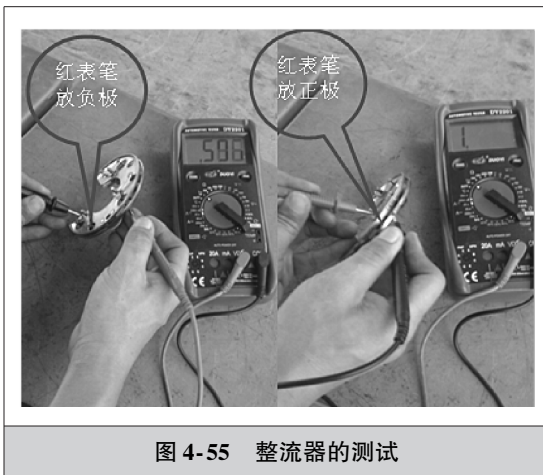

图 4-55 整流器的测试
(3) 整流器的检查 如图 4-55 所示,将万用表两支表笔分别压在负二极管的极板和二极管接触端上,然后更换表笔再测量。